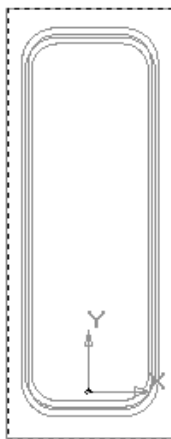

Рис. 44.12. Заготовка формы в режиме Эскиз
- ◆ аккуратно спроецируйте в эскиз наружный контур детали (рис. 44.12) и нажмите кнопку **Эскиз**;